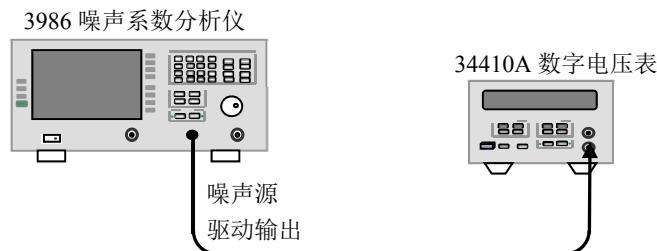

图 8.9 噪声源驱动电压准确度测试框图
**步骤 1.** 如图 8.9 所示连接测试设备，开机预热 30min。